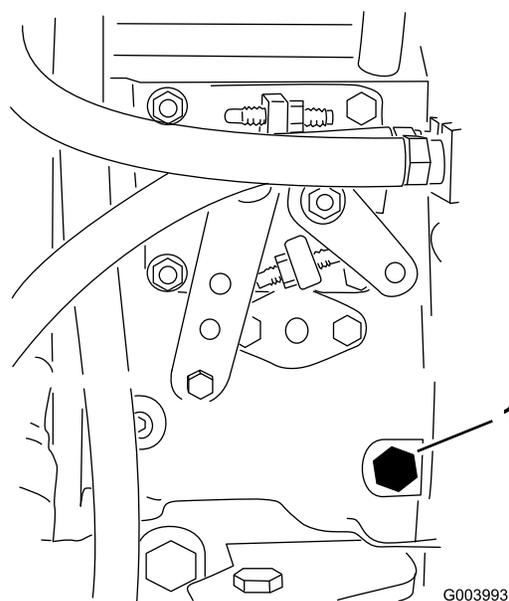

Рисунок 34
3. С помощью динамометрического ключа 12 мм выверните винт для продувки из топливного насоса (Рисунок 34).